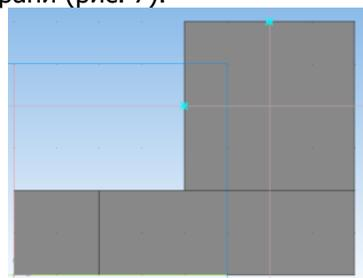

Рис. 7.
1) Построить эскиз отверстия. Выделить щелчком переднюю грань стойки и запустить команду Эскиз . Построить командой **Окружность** , предварительно определив ее центр путем проведения вспомогательных прямых по привязке Середина или двух диагоналей грани (рис. 7).